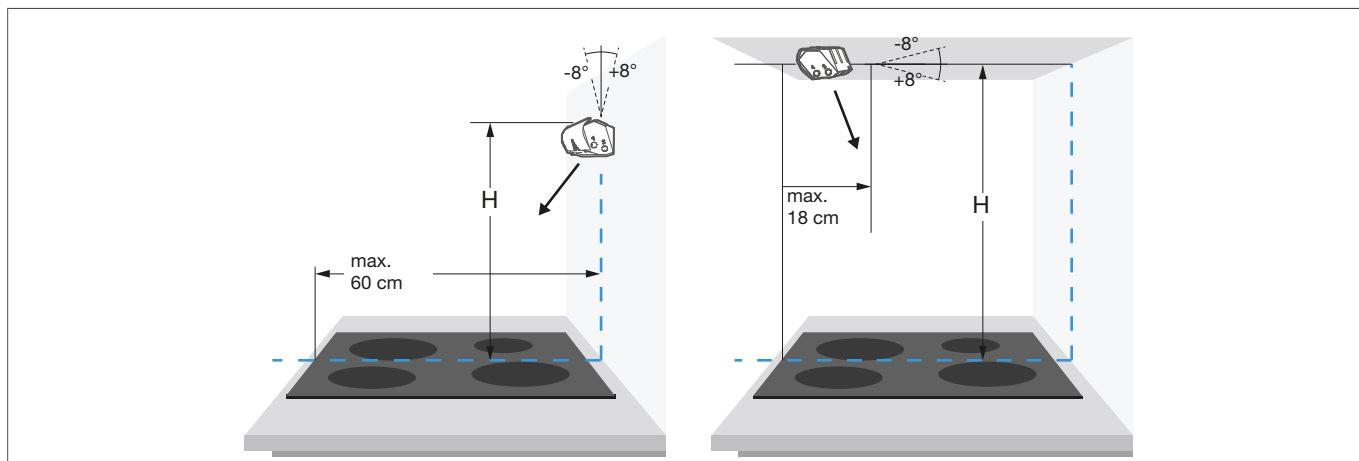

Figure 8: Montage au mur (à gauche) ; montage sous la hotte d'aspiration (à droite)
L'unité de détection peut être montée, au choix, au mur au-dessus de la cuisinière / du plan de cuisson ou directement sous la hotte d'aspiration (Fig. 8). L'unité de détection surveille la température et l'utilisation de la cuisinière / du plan de cuisson et coupe l'alimentation électrique en cas d'alarme.
- ③ Fixer de nouveau le support de montage (8) à l'unité de détection.
- ④ Nettoyer la graisse et la poussière de la surface de montage en utilisant le tampon nettoyeur fourni.
- ⑤ Fixer l'unité de détection à l'aide des bandes adhésives (Fig. 8) préposée (en option : utiliser le matériel de fixation fourni).
Pour la première mise en service, utiliser les réglages standard du dispositif de surveillance de plaque de cuisson. Si la hauteur de montage de l'unité de détecteur ou les dimensions de la cuisinière / du plan de cuisson diffèrent des valeurs standard (Bild 8), La mise en service doit être réalisée manuellement (voir Mise en service manuelle).
La mise en service manuelle est requise lorsque la cuisinière doit être remplacée, que les dimensions de la cuisinière et de la hauteur de montage de l'unité de détection diffèrent des valeurs standard (Bild 8) ou que des alarmes de défaut sont fréquemment émises.